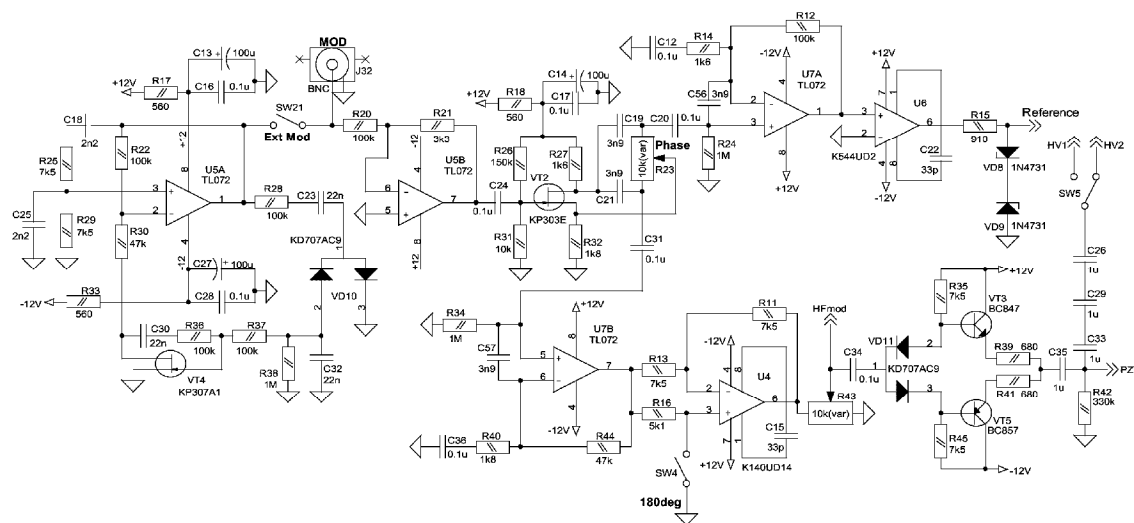
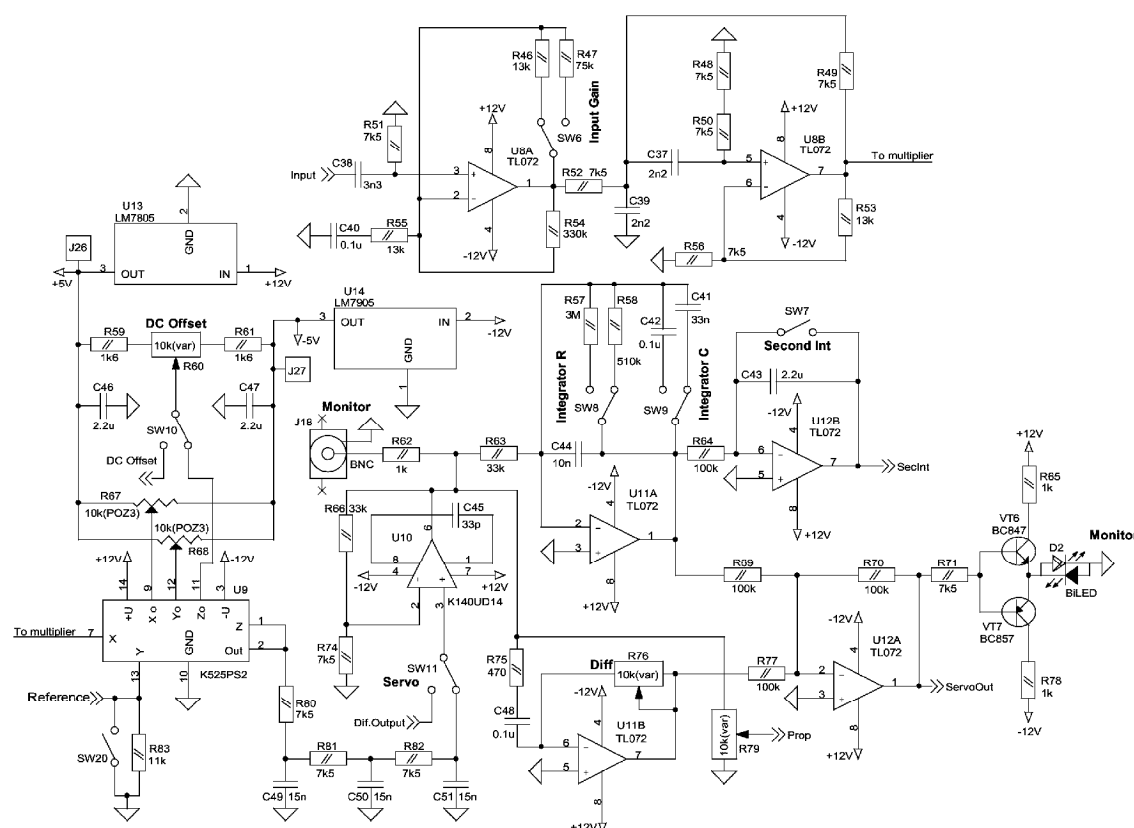

Рис.4. Схемы генератора синусоидального сигнала, фазовращателя и усилителя мощности.
Рис.5. Схемы входного усилителя, полосового фильтра, перемножителя и ПИД регулятора.
Встроенный генератор (позиция 3 на Рис.1 и U5a на Рис.4) дает на выходе синусоидальный сигнал частотой около 10 кГц. Фазовращатель (поз.4 на Рис.1 и VT2-R23 на Рис.4) преобразует его в два, чьи относительные фазы могут изменяться в диапазоне 320° . Один из этих сигналов – опорный (U6, U7a) – прямо поступает на вход аналогового перемножителя (поз.5 на Рис.1 и на Рис. 5), а другой (HFmod, U4, U7b на Рис.4) используется для модуляции частоты лазера или оптического резонанса. Регулировка амплитуды модуляции (R43 на Рис.4) и выход сигнала модуляции расположены в зоне MODULATION на передней панели LHV160. Максимальная амплитуда модуляции составляет $2V_{н-п}$.
Усилитель оптически детектированного сигнала (входной усилитель, поз.1 на Рис.1 и U8a на Рис.5) имеет три уровня усиления: L – низкий, H – высокий, M – средний. Его вход (BNC-разъем) и переключатель усиления расположены в зоне INPUT на передней панели. Средний уровень усиления соответствует уровню входного сигнала приблизительно 50 мВ_{п-п}. Положение L входного переключателя уменьшает входное усиление в пять раз, положение H – в пять раз увеличивает.
После входного усилителя сигнал проходит через полосовой фильтр, подавляющий как низкочастотные шумы, так и удвоенную частоту модуляции в детектированном сигнале, которая дает подставку на выходе синхронного детектора (аналогового перемножителя). Центральная частота полосового фильтра (поз.2 на Рис.1 и U8b на Рис.5) соответствует частоте модуляции, а его границы находятся вблизи 5 и 15 кГц.
Относительная фаза входного и опорного сигналов может быть плавно подстроена переменным сопротивлением (R23 на Рис.4) или скачком изменена на π переключателем (SW4 на Рис.4), расположенными в зоне PHASE на передней панели прибора.
Напряжение на выходе аналогового перемножителя (поз.5 на Рис.1 и U9 на Рис.5) пропорционально произведению напряжений детектированного и опорного сигналов. Результат произведения содержит 2f-компоненту (см. выражение (1)), которая отсекается фильтром нижних частот (R80-82, C49-51 на Рис.5) для получения дисперсионного сигнала, подобного производной от формы оптического резонанса. Этот сигнал выводится на разъем MONITOR в зоне OUTPUT прибора, и его можно наблюдать на осциллографе (Рис.9). Потенциометр ZERO, расположенный в той же зоне, меняет DC уровень на
выходе умножителя (R60 на Рис.5), что позволяет в некоторых пределах сдвигать точку привязки оптической частоты по отношению к вершине резонанса.
Для получения надежного и стабильного захвата оптической частоты усиление в петле обратной связи должно быть точно подобрано в соответствии с передаточной характеристикой управляемого объекта, которым может быть установленное на пьезоподвижку зеркало, ток лазерного диода, гальванический привод и т.д. Данная задача решается использованием ПИД регулятора, который имеет три канала с разными передаточными характеристиками. Амплитуда выходного сигнала пропорционального усилителя (поз. 6 на Рис.1 и U10 на Рис.5) не зависит от частоты входного сигнала. Усиление интегрального усилителя (поз.7 на Рис.1 и U11a на Рис.5) достигает максимума при очень низких частотах и стремится к нулю на высоких. Противоположную частотную зависимость имеет дифференциальный усилитель (поз.8 на Рис.1 и U11b на Рис.5). Усиление или частота единичного усиления каждого канала могут быть подстроены независимо, а их сумма определяет полное усиление ПИД регулятора (поз.11 на Рис.1 и U12a, U25a на Рис.5 и 6).
Постоянная времени интегратора изменяется переключателем С в зоне INTEGRATOR. Величина конденсатора обратной связи (C_i на Рис.1 и C41, C42, C44 на Рис.5) составляет 10 нФ в положении переключателя L (низкая емкость, высокая частота единичного усиления), 33 нФ – в положении M (средняя емкость) и 100 нФ – в положении H (высокая емкость, малая частота единичного усиления). Шунтирующий резистор (R_i на Рис.1 и R57, R58 на Рис.5) ограничивает усиление интегратора на очень низких частотах и способствует разрядке конденсатора C_i, что упрощает старт привязки оптической
Переменные сопротивления под шлиц **P** (R79 на Рис.5) и **D** (Rd на Рис.1 и R76 на Рис.5) в зоне GAIN устанавливают усиление пропорционального и постоянную времени дифференциального усилителей соответственно. Выход суммирующего усилителя соединен с правым BNC разъемом в зоне OUTPUT, а двухцветный светодиод в той же зоне отражает уровень его сигнала. При напряжении на выходе суммирующего усилителя более 2В светодиод светит красным, при напряжении менее -2В – зеленым. Таким образом, отсутствие его свечения в условиях привязки оптической частоты является индикатором ее стабильного удержания, а появление свечения информирует о стремлении системы выйти из области захвата.
Также на задней панели LHV160 расположен разъем MOD, на который выводится при замкнутой переключке SW21 (Ext Mod Рис.4) сигнал генератора опорной частоты. При разомкнутой переключке SW21 на разъем MOD можно подавать внешний сигнал опорной частоты. При этом не рекомендуется, чтобы частота внешнего опорного сигнала отличалась от частоты встроенного генератора более чем на 1 кГц. Это связано с фиксированной настройкой входного полосового фильтра.